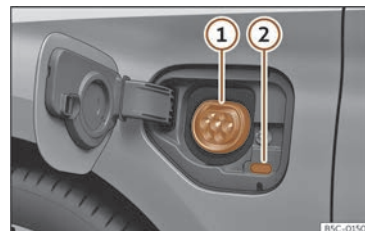

Fig. 205 Detrás da tapa de carga da batería na parte dianteira esquerda: Toma de carga
>>> **fig. 205**
• Co vehículo desbloqueado, ao premear a tapa de carga da batería esta abrírase »» **fig. 205**.